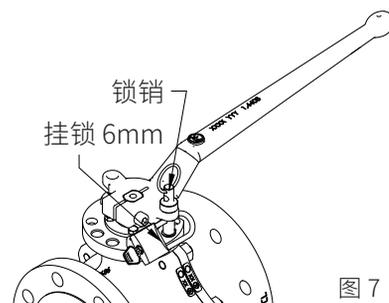

图 7
2. 使用带 6 毫米锁柄的挂锁，将锁柄插入手杆凸出部分下锁销的孔中(图 7)。